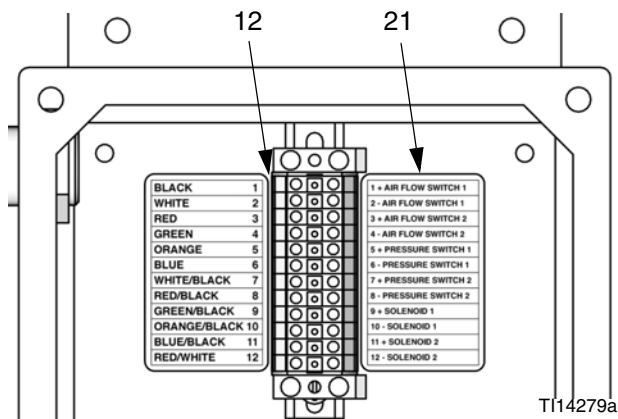

図 8. ソレノイドを端子ストリップに接続して下さい。
2. ラベル (21) に示されたように赤 (+12V) をピン 9 へ、黒 (COM) をピン 10 へと、SO#1 からのワイヤを端子ストリップ (12) の右側に接続します。図 8 および 表 1 を参照して下さい。
3. ガンフラッシュボックスを使用する場合は、ラベル (21) に示されたように赤 (+12V) をピン 11 へ、黒 (COM) をピン 12 へと、SO#2 からのワイヤを端子ストリップ (12) の右側に接続します。図 8 および 表 1 を参照して下さい。